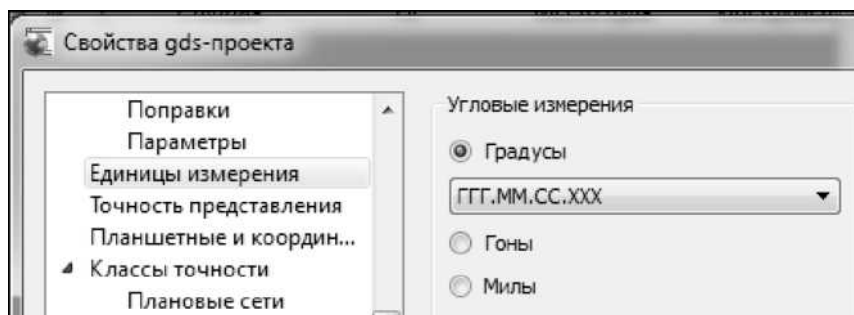

Рис. 2.7
3.7. Установите шаблон ввода данных угловых величин в пункте Единицы измерения как показано на рис. 2.7.